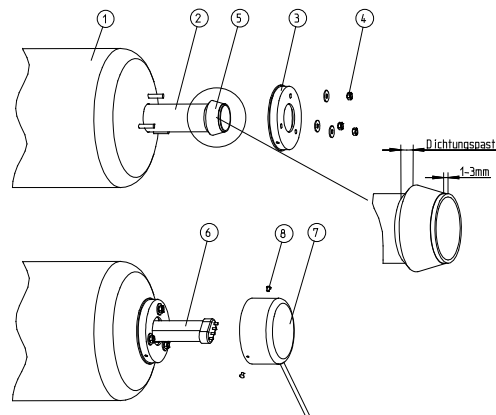

Abb. E-1 Montagezeichnung für Quarzschutzrohr und UV-Strahler 40 S
1. Die hier beschriebenen Anweisungen sind in der Abb. E-1 illustriert.